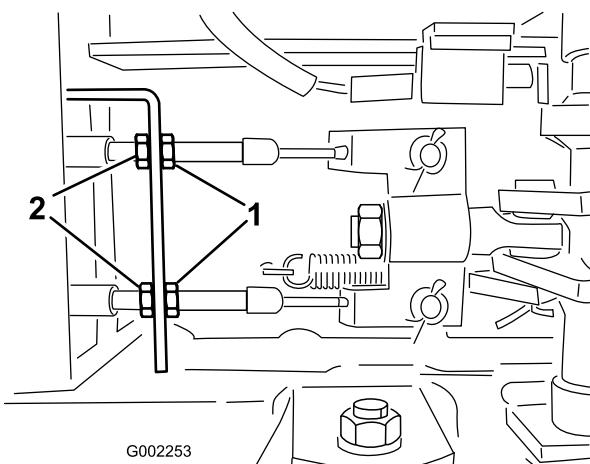

図 56
5. ブレーキ・ケーブルの車両前端側にある前ナットをゆるめる（図 56）。
6. 後ナットを均等に締めて、ブレーキ・ペダルの遊びを1~2 cm に調整する（図 56）。